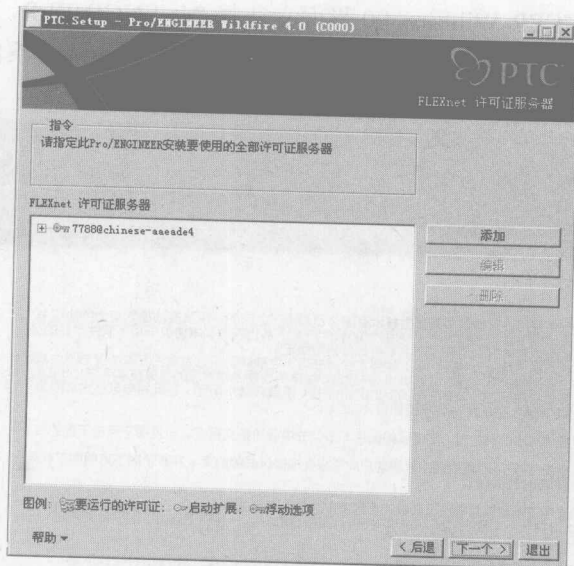

图 1-9 FLEXnet 许可证服务器界面
- (5) 选择完成后, 单击【下一个】按钮跳转到导入 FLEXnet 许可证服务器界面, 如图 1-9 所示。